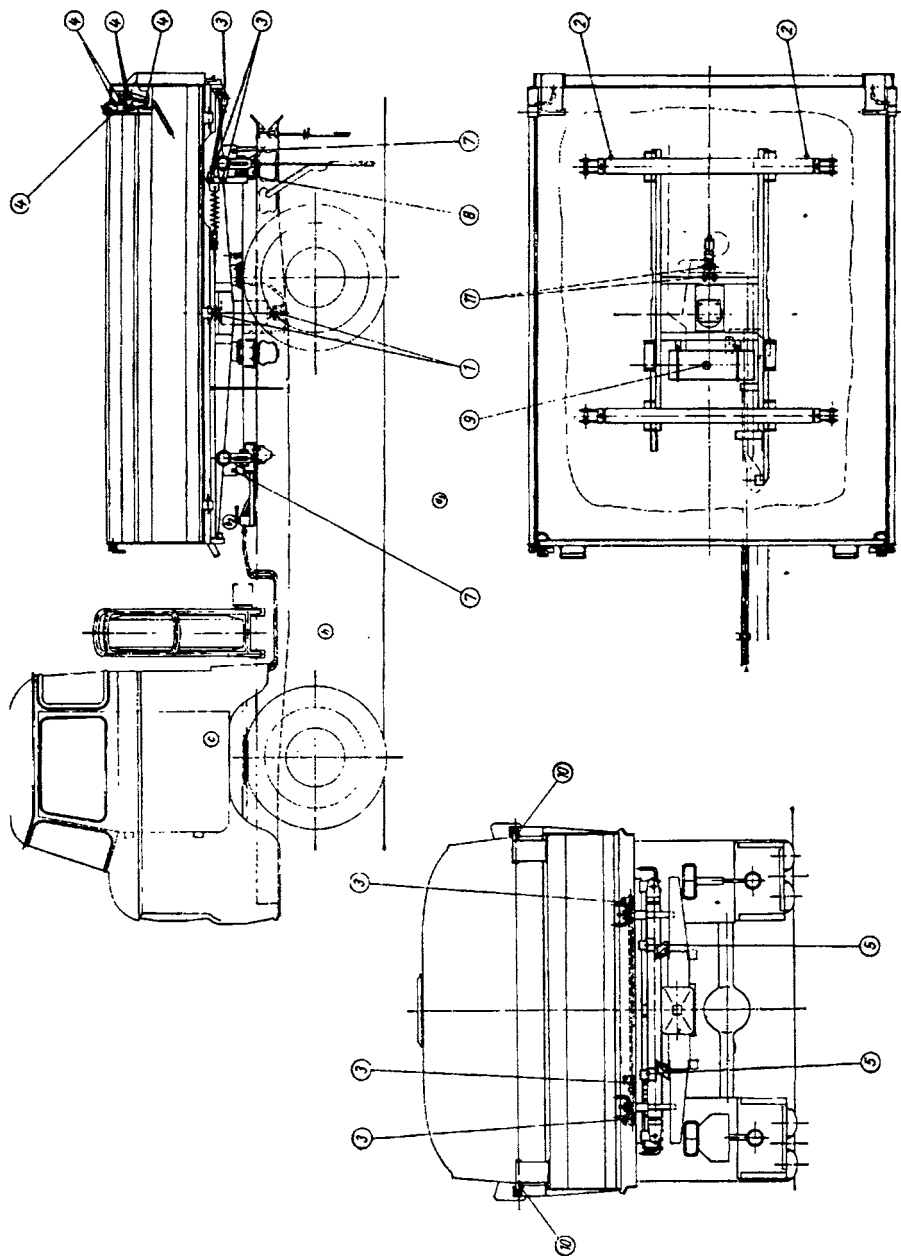

Рис.88 Карта смазки опрокидывающегося кузова
16.2. Карта смазки для опрокидывающегося кузова «L/K» (рис. 88)